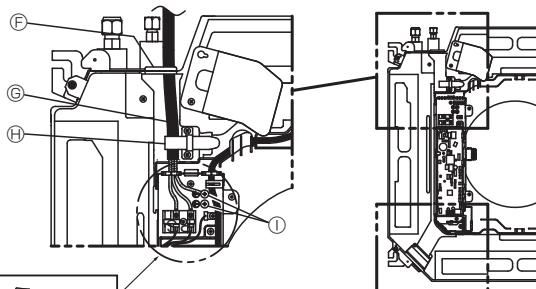

Fig. 5-4
5. Fixez fermement les câbles aux blocs de sortie. (Fig. 5-4, 5-5)
6. Fixez le câble d'alimentation sur l'appareil à l'aide de la bride pour câblage. (Fig. 5-4)
- (A) Panneau de service du câblage électrique
- (B) Vis
- (C) Couvercle de boîtier électrique
- (D) Crochet provisoire pour le couvercle de boîtier électrique
- (E) Direction de glissement du couvercle de boîtier électrique
- (F) Entrée de câble (câble d'alimentation)
- (G) Câble d'alimentation
- (H) Fixer avec la bride pour câblage